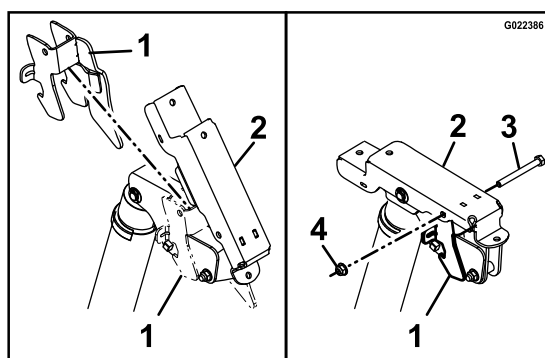

Figure 6
6. Élevez le support de levage de la trémie et placez le verrou de trémie sur la bielle d'actionneur (Figure 6).
8. Alignez les trous dans le verrou de trémie sur le support de levage de la trémie, et fixez l'assemblage avec une vis à tête hexagonale (5/16 x 3 po) et un écrou à embase Nyloc (5/16 po), comme montré à la Figure 6.